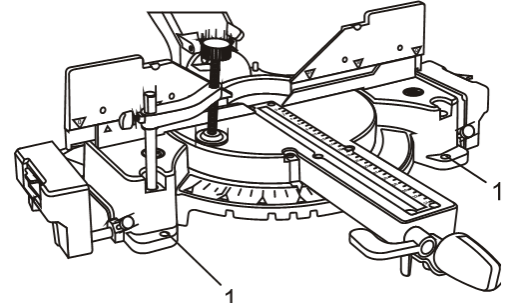

Fig. 6
Il est fortement recommandé d'ancrer la scie à onglets à l'aide de tire-fond de 5/16 po et de rondelles plates ou de boulons de 5/16 po appropriés à travers les quatre trous de montage de la base coulée (1) (Fig. 6). Il y a deux trous de montage à l'avant du moulage de base et deux à l'arrière du moulage de base.